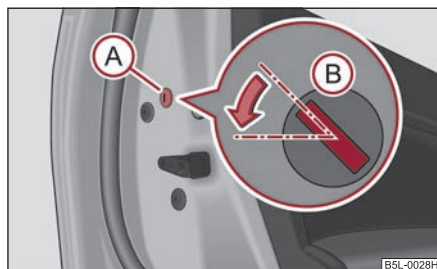

Fig. 43 Ușa din spate: Încuierea de urgență a ușii
- Îndepărtați capacul ① ⇒ fig. 43.
- Introduceți cheia în fanta ② și rotiți-o în sensul indicat de săgeată, în poziție orizontală (la ușile din dreapta executați operațiunile în oglindă).